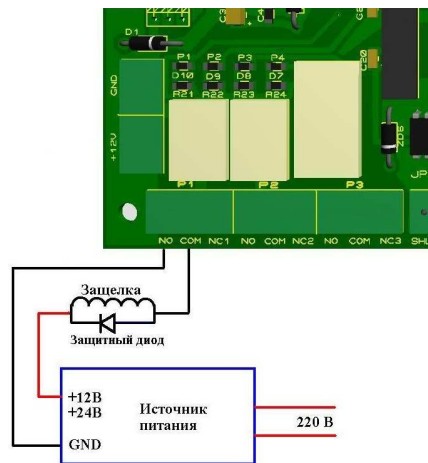

Рис.7. Схема подключения электромагнитной защелки с внешним источником питания к нормально-разомкнутому контактам реле.
На рис.7. показана схема включения нормально заблокированного исполнительного устройства (большинство электромагнитных защелок). Для управления используется нормально разомкнутая (NO) группа контактов реле.